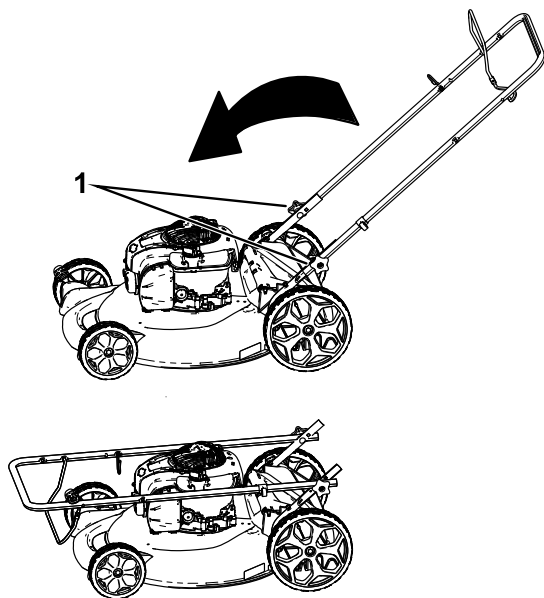

Figura 14
3. Mueva del manillar hacia adelante según se indica en Figura 14.
2. Afloje los pomos del manillar hasta que pueda mover el manillar libremente (Figura 14).